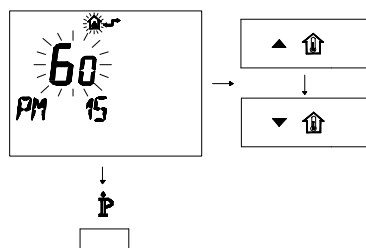

Figura 5.30
- Modificare il SET programmato agendo sui pulsanti o fino a visualizzare un **set di 60**, aspettare che il numero programmato cominci a lampeggiare (Figura 5.30)